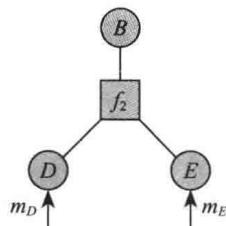

图 9-19 一个局部示意图
②消息传播到 b 节点（见图 9-19 中的圆圈）后，由 b 节点继续向根节点方向传播，进入下一个约束方程的范围，穿过约束方程后，原来的消息被汇聚成新的消息，如果有两个约束方程连到同一个 b 节点，则信息相乘后继续传播。图 9-19 是一个局部示意图。